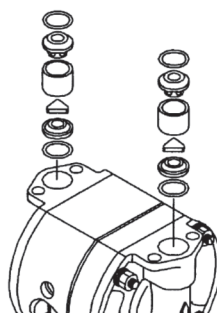

Fig 4.2
- Retire la junta tórica, la tapa de la válvula, la guía de la válvula, la válvula de disco y el asiento de la válvula (fig. 4.2).